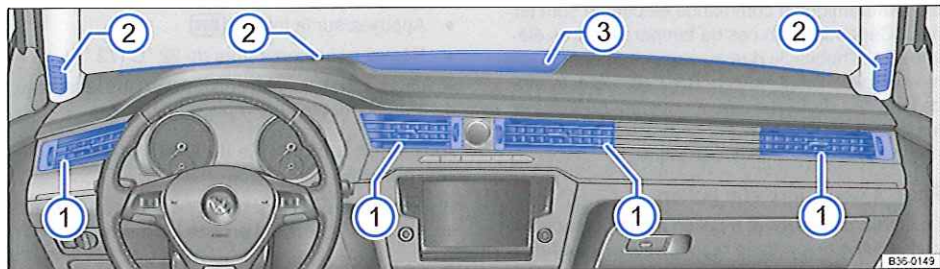

Fig. 217 Dans le tableau de bord : diffuseurs d'air.
Pour obtenir une puissance calorifique, une ventilation et un refroidissement suffisants dans l'habitacle, il convient de toujours laisser ouverts les diffuseurs d'air $\Rightarrow$ fig. 217 ①.